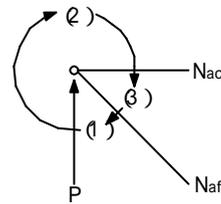
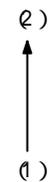

図 2
図 3
・節点aについて考えていきましょう。図2にある番号のように支点反力Pを基準にして、時計回りにエリアに(1), (2), (3)のようエリア名を付けます。(1)-(2)間の支点反力は上向きPなので、図3のようになります。